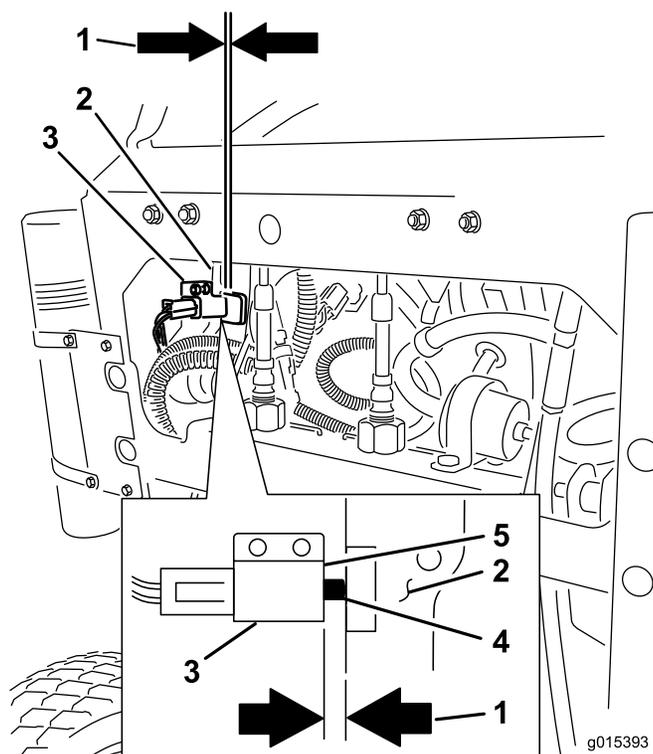

**Figura 64**
5. Per regolare il freno, toglie la coppiglia e il cavallotto con perno dalla leva del freno inferiore e dalla forcella (Figura 64).
6. Allentate il controdado (Figura 64).
7. Ruotate la forcella (Figura 64).
8. Fissate la forcella alla leva del freno inferiore con la coppiglia e il cavallotto (Figura 64).
9. Serrate il controdado (Figura 64).